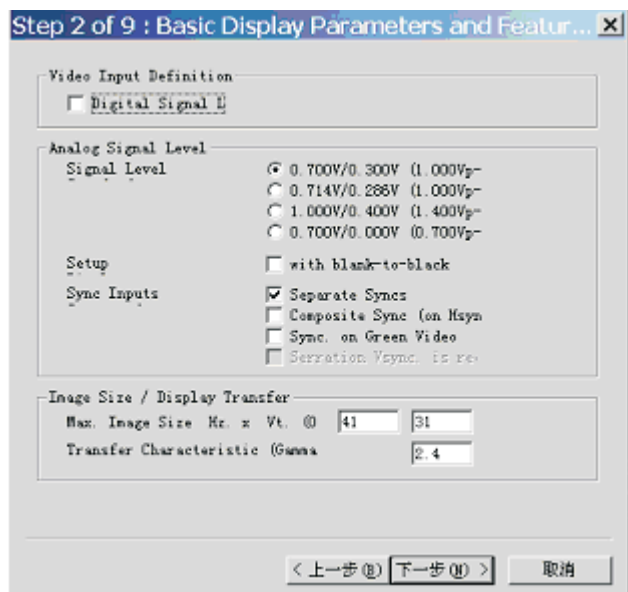

Fig. 15
- Click Next, bring up Fig. 15.